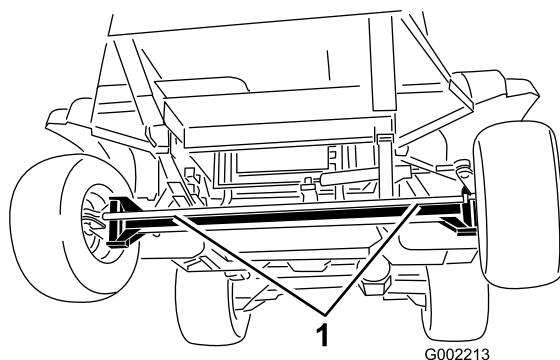
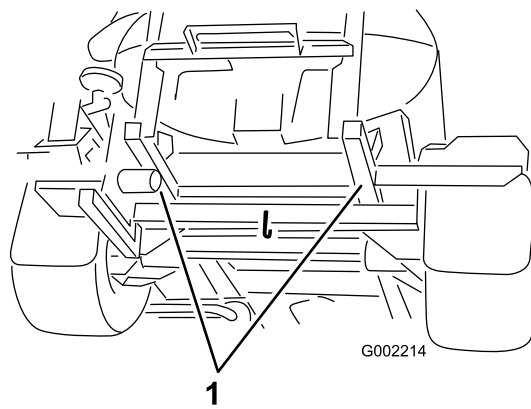

Figure 27
Figure 28
2. Accrochez un câble de remorquage au châssis. Reportez-vous aux points de remorquage avant et arrière dans les Figure 27 et Figure 28.